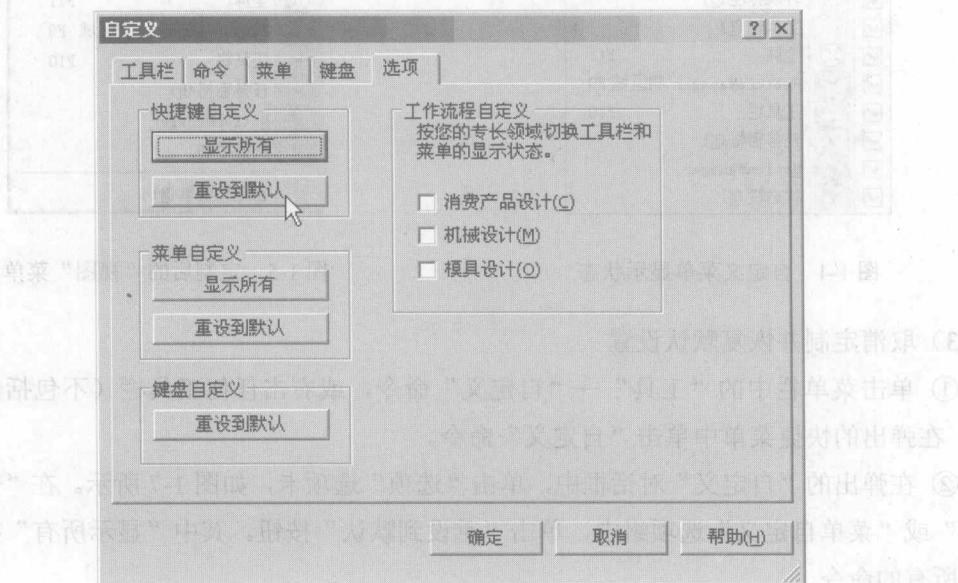

图 1-7 取消定制
- ① 单击菜单栏中的“工具”→“自定义”命令，或右击任何工具栏（不包括命令管理器），在弹出的快捷菜单中单击“自定义”命令。
- ② 在弹出的“自定义”对话框中，单击“选项”选项卡，如图 1-7 所示。在“快捷键自定义”或“菜单自定义”选项组中，单击“重设到默认”按钮。其中“显示所有”按钮用来显示所有的命令。
- ③ 单击“确定”按钮，保存设置。